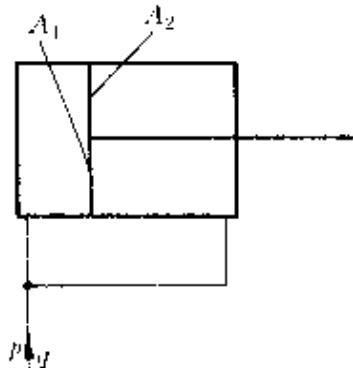

图 4-31 差动联结液压缸
**例 4** 如图 4-31 所示差动联结液压缸，无杆腔有效面积  $A_1 = 40\text{cm}^2$ ，有杆腔有效面积  $A_2 = 20\text{cm}^2$ ，输入油液流量  $q = 0.42 \times 10^{-3}\text{m}^3/\text{s}$ ，压力  $p = 0.1\text{MPa}$ ，问活塞向哪个方向运动？运动速度是多少？能克服多大的工作阻力？